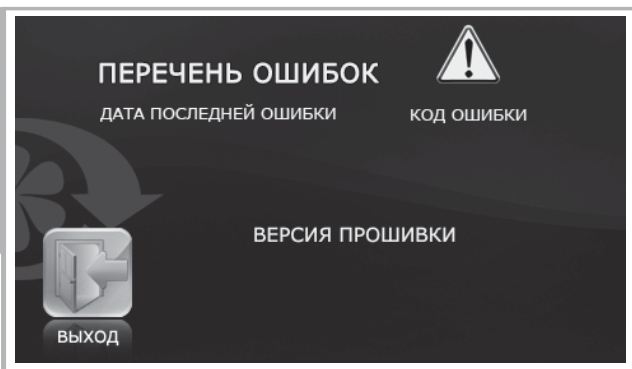

Рис. 27. Контроль ошибок
- На дисплее отобразится дата ошибки и код (рис. 27).